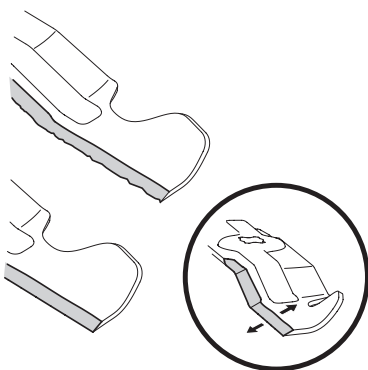

Figure 24
5. Pour aiguiser les lames, la même quantité de métal des deux extrémités des lames sur le côté tranchant. Aiguiser le bord tranchant sur toute sa longueur, parallèlement au bord arrière, soit à un angle de 25° à 30°. Voir Figure 24.